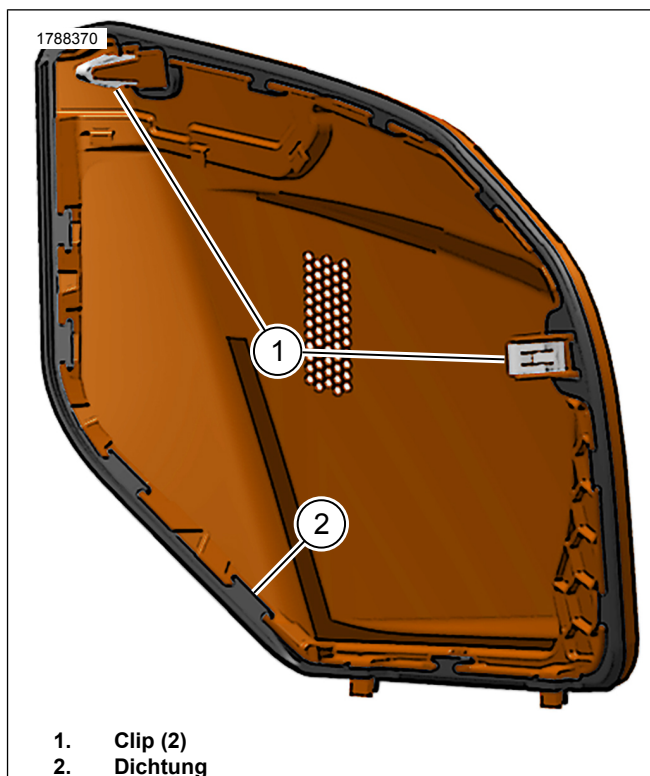

Abbildung 5. Gitterdichtung
- a. Abbildung 5 Sicherstellen, dass die Clips (1) und die Dichtung (2) am Gitter angebracht sind.